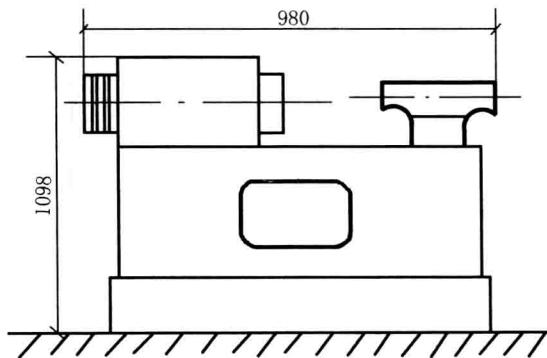

图 1-3 仪表车床示意图 (单位: mm)
**【例 4】** 安装一台仪表车床，型号为 C0618B，外形尺寸 (长×宽×高) 为：980mm×389mm×1098mm，质量为 0.25t，如图 1-3 所示，计算其相关工程量。